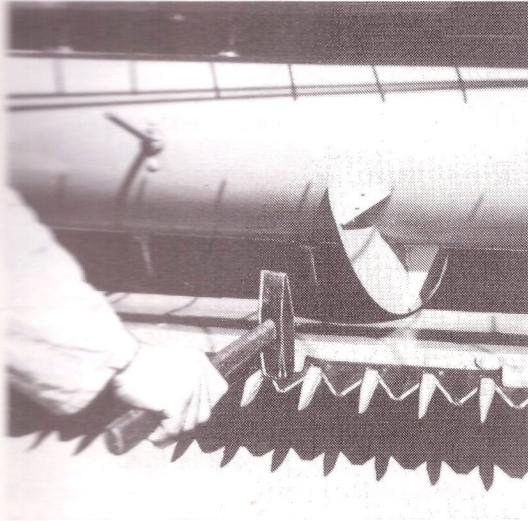
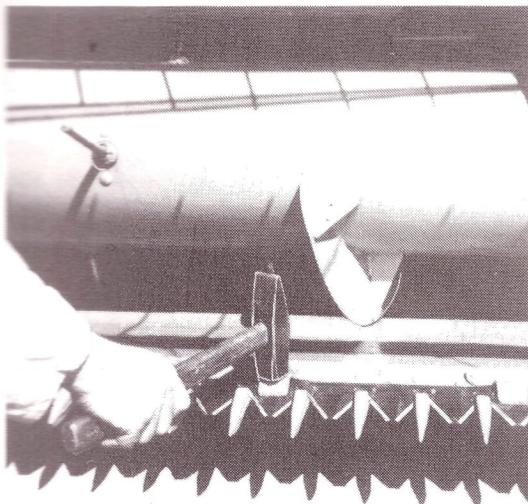

FIG. 50
FIG. 51
- les jeux entre les sections coupantes et les plans des doigts sont éliminés avec de légers coups de marteau sur les presse-lame ; pour les diminuer agir comme à la fig 50 et pour les augmenter, comme à la fig 51.